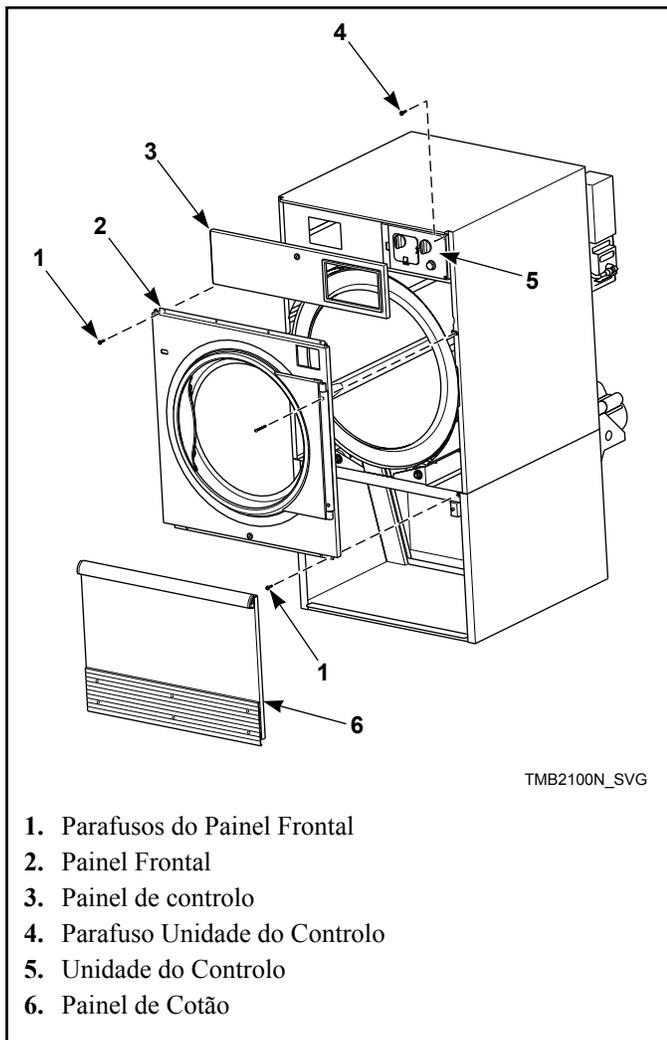
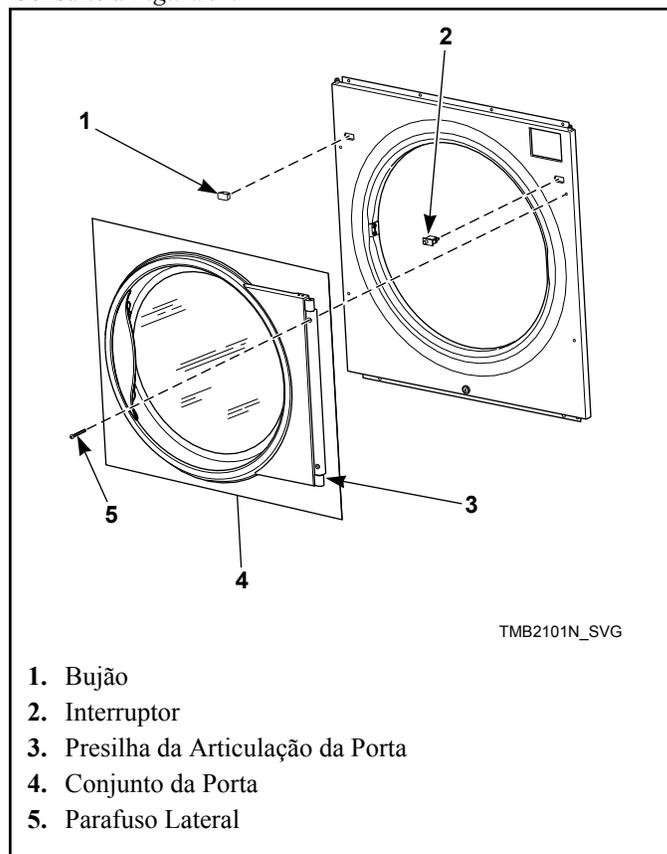

Figura 8
Figura 9
2. Desaferralhe e remova o painel de controlo. Remova dois parafusos de montagem do lado direito da unidade do controlo. Abra o controlo para aceder ao conjunto da presilha da guia direita do flange superior. Consulte a *Figura 8*.
4. Remova os quatro parafusos do painel frontal. Consulte a *Figura 8*. Mantenha os cames da articulação da porta colocados na presilha da articulação da porta. Puxe a presilha e o conjunto da porta para fora, como se se tratassem de uma peça única. Consulte a *Figura 9*.
5. Remova os restantes parafusos do painel frontal. Consulte a *Figura 8*. Desligue os cabos do interruptor da porta do interruptor. Retire o painel frontal. Consulte a *Figura 9*.
orientando o botão na direcção do centro da máquina. Coloque novamente o bujão na anterior localização do interruptor. Consulte a *Figura 9*.